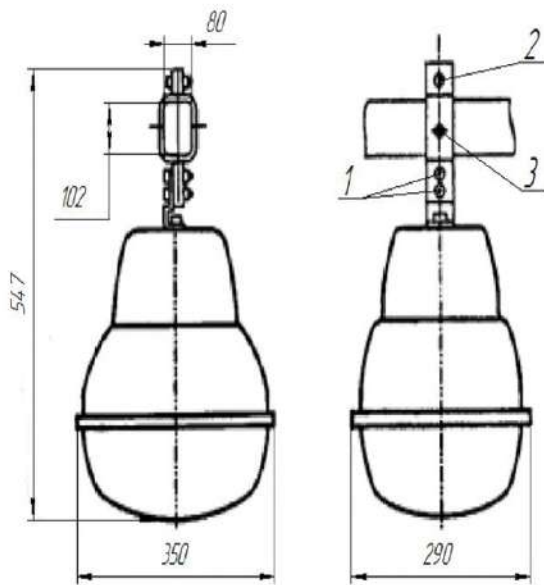

Рисунок 2 – модификация 003 – крепление на брус
Светильники модификации 003 (рисунок 2): светильник устанавливается на брус при помощи крепежных скоб, которые закрепляются снизу двумя (1) и сверху одним (2) болтами Ø8 мм. Затем стопорят брус болтом (3) Ø6 мм (перед установкой необходимо просверлить на брус отверстие Ø6,5 мм).